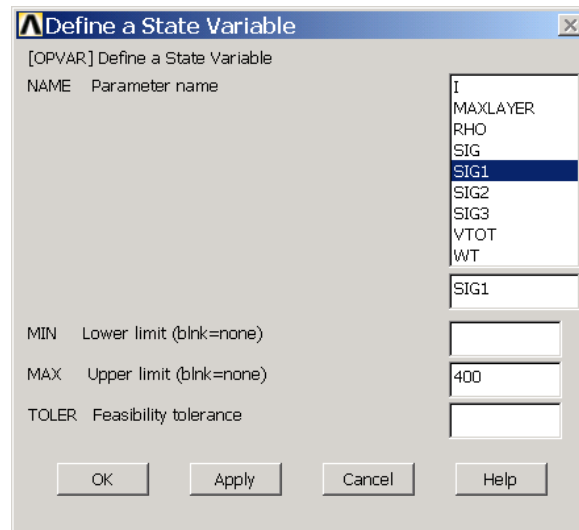

图12.37 定义状态变量SIG1
(28) 单击 Main Menu>Design Opt>State Variables 菜单，弹出【State Variables】对话框。
(29) 单击【Add...】按钮，弹出【Define a State Variable】对话框。在【Parameter name】列表框中选择【SIG1】，在【Upper Limit】文本框中输入【400】，如图 12.37 所示。然后单击【Apply】按钮。